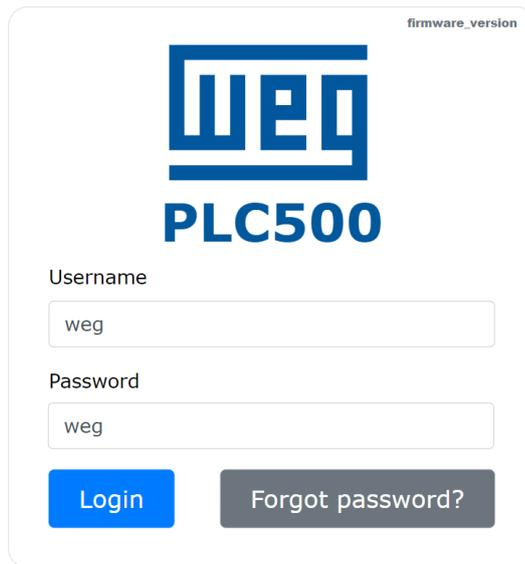

Figura 15.1: Webpage do PLC500
- 3) Abra um navegador web e digite o respectivo IP da conexão. A webpage será aberta conforme a Figura 15.1 na página 15-1, e mostrará a tela de login do produto. Para o primeiro acesso utilize "weg" para Username e Password.